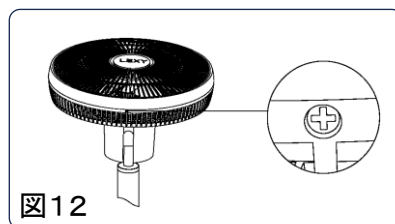

図12
- ① 電源を切りACアダプターを抜く。
- ② 上支柱ユニットにあるロックボタンを押してヘッド部一式を抜き出し(付いたままでも良い)、プラスドライバーでガードリング底部にあるネジを緩める。(図12)